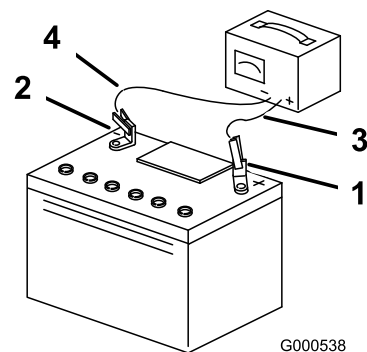

Bild 43
- Wenn die Batterie voll geladen ist, ziehen Sie den Stecker des Ladegeräts aus der Steckdose. Klemmen Sie dann die Klemmen des Ladegeräts von den Batteriepolen ab (Bild 43).